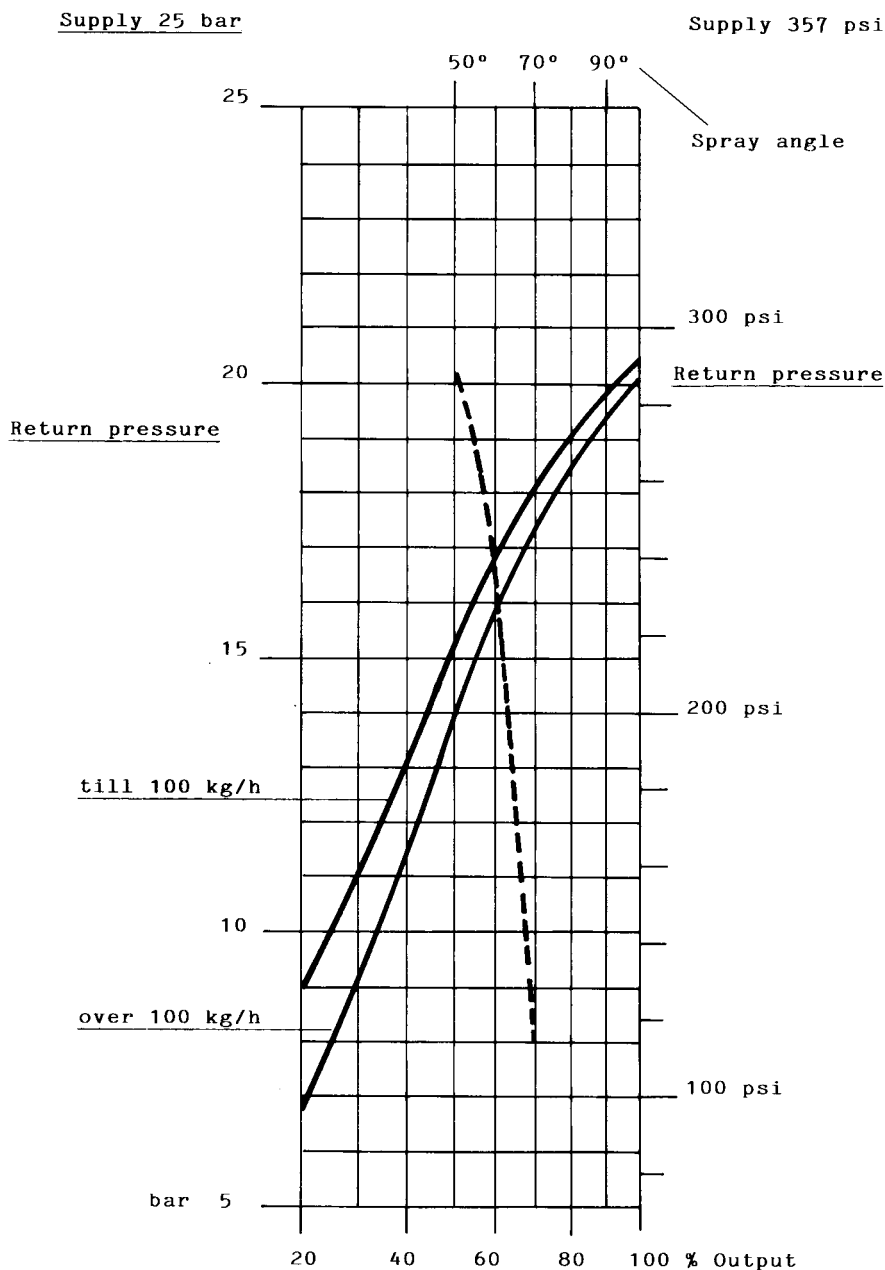

Fig. 33
- 9 Presiunea de alimentare a diuzei este deja reglata da producator si nu trebuie sa fie schimbata. Numai daca este necesar , reglati presiunea de alimentare dupa cum urmeaza (vezi paragraf corespunzator) ; introduceti un manometru in priza din Fig.33 si actionati pe surubul de reglare VR al pompei (vezi Fig.34) pentru a obtine presiunea de 25bar la diuza(diuză Fluidics - vezi diagrama pag.38).